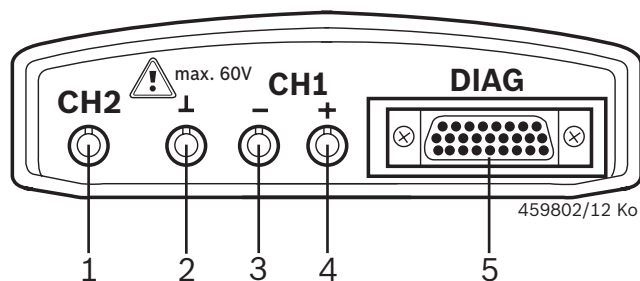

Fig. 1: Diagnoslist/Mätlist
- Om ingen diagnosledning anslutits ska en stomanslutning skapas från KTS-modulerna (fig. 1, pos. 2) till fordonsstommen med bifogad stomledning vid U-, R- eller I-mätningar.